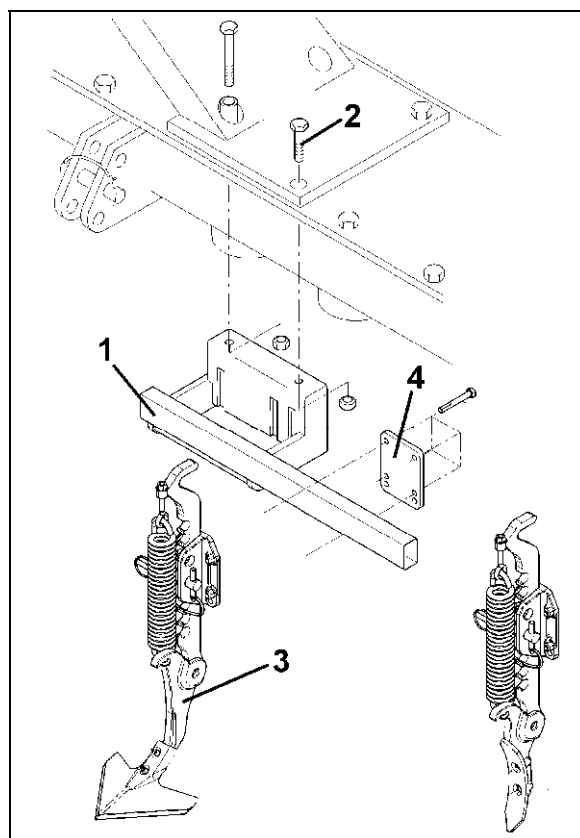

Bild 24
Markbearbetningsmaskinen kan användas med litet arbetsdjup om dessa djupa spår först avlägsnas med hjälp av hjulspåruppluckraren (Bild 24).
2. Skruva fast rörbalken (Bild 24/1) i markbearbetningsmaskinen med två lockskravar (Bild 24/2).
3. Fäst spåruppluckraren (Bild 24/3) på rörbalken med hjälp av klämplatta (Bild 24/4) och skruvar.